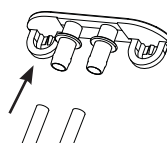
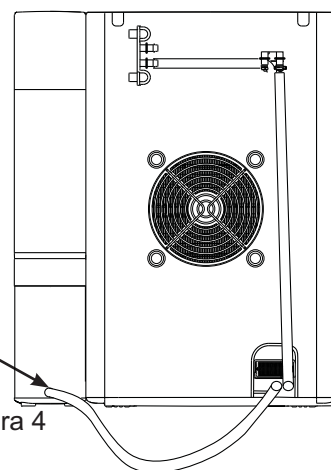
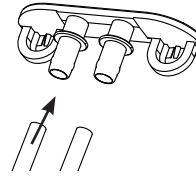

Figura 3
Figura 4
Figura 5
- Una vez que el agua deje de circular, vuelva a conectar las tuberías de drenaje al tapón del drenaje (Figura 3), o si cuenta con un tanque lateral, vuelva a conectar la tubería sin etiqueta al tapón del drenaje, y la Tubería B a la base del Tanque Lateral (Figura 4).
- Una vez completado el drenaje, vuelva a conectar ambas tuberías al tapón de la tubería de plástico gris (Figura 5).
6. Una vez completado el enjuague, vuelva a conectar las tuberías de drenaje al tapón de drenaje (Figura 5), o si cuenta con un tanque lateral, vuelva a conectar la tubería sin etiqueta al tapón del drenaje, y la Tubería B a la base del Tanque Lateral (Figura 4).